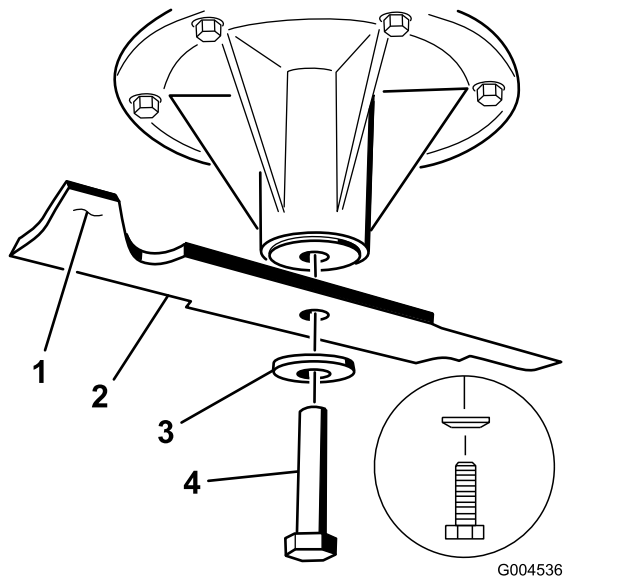

Figure 96
1. Placez la lame sur l'axe (Figure 96).
2. Mettez en place la rondelle élastique et le boulon de la lame (Figure 96).